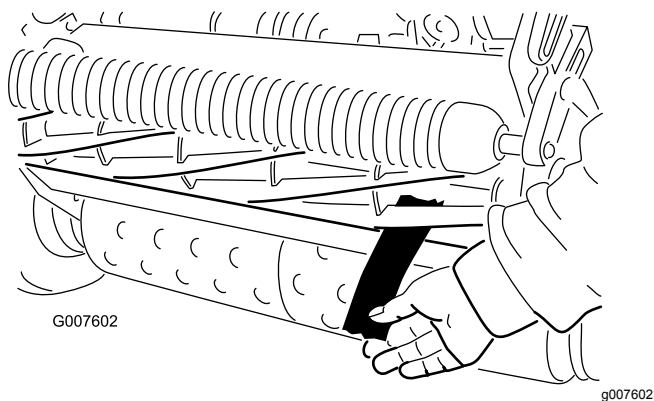

Рисунок 53
12. Проверьте характеристики скашивания, вставив длинную полоску бумаги между барабаном и неподвижным ножом перпендикулярно неподвижному ножу (Рисунок 53). Медленно поверните барабан вперед. При этом бумага должна разрезаться.